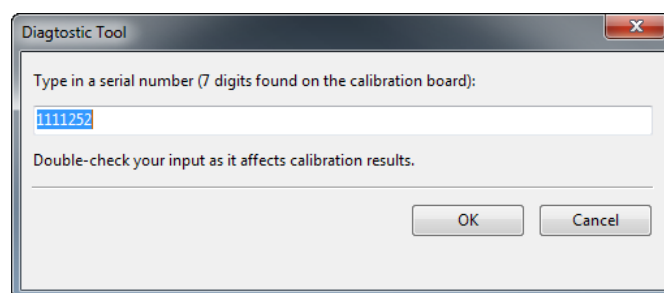
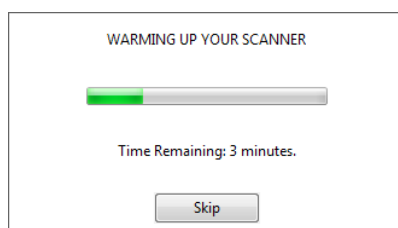

Рис. 11.9: Ввод серийного номера калибровочной доски
Рис. 11.10: Прогрев сканера
6. Нажмите *Начать калибровку*. В открывшемся диалоге (Рис. 11.9) введите номер вашего калибровочного стенда (он нанесен на доске). Если температура сканера ниже оптимальной, например, сканер только что был подключен к USB-разъему или розетке, то на экране появится сообщение (см. Рис. 11.10). Настоятельно рекомендуется не нажимать кнопку *Пропустить*, а подождать, пока Artec Spider достигнет оптимальной температуры.